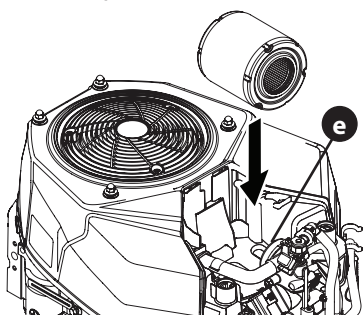

Figura 12
6. Conecte el nuevo filtro de aire con elemento de espuma alineando el orificio en el filtro de aire con el colector de admisión (e) (Figura 12).